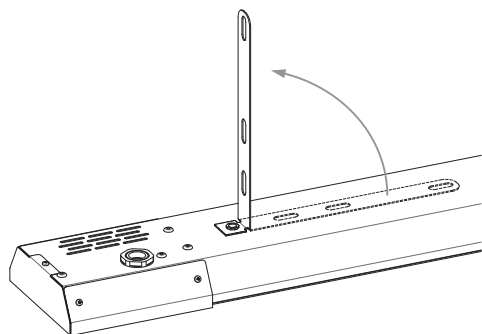

Рисунок 7. Отгибание петли подвеса
- 7.5. Для потолочного монтажа обогревателя отогните петли подвеса (см. рис. 7).